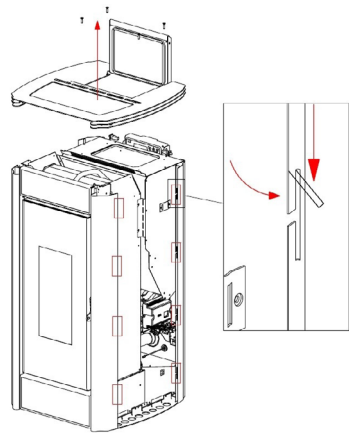

Fig. 26 - De tongetjes plooiën
- Met de vinger de bovenste tongetjes op de zwarte profielen naar buiten plooiën (zie Fig. 26 op pag. 20).